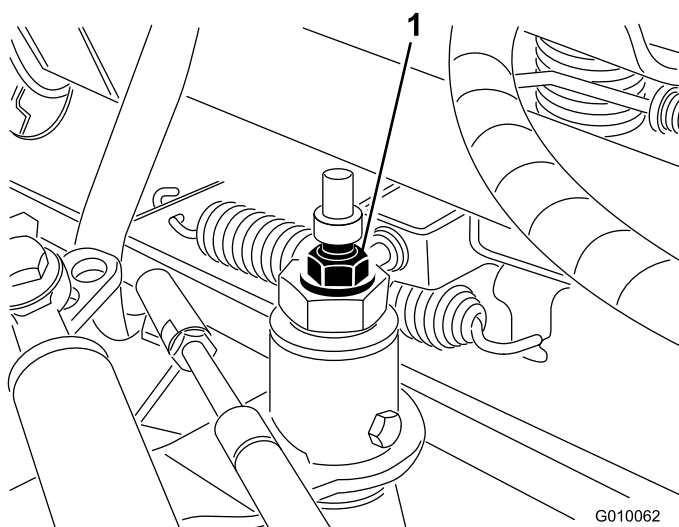

Figura 54
3. Allentate il dado di bloccaggio sulla camma di regolazione della trazione (Figura 54).